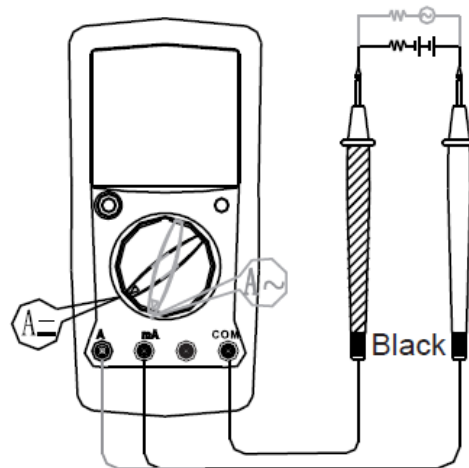

Figura 4
B. Medição de Corrente AC e DC (ver figura 4)